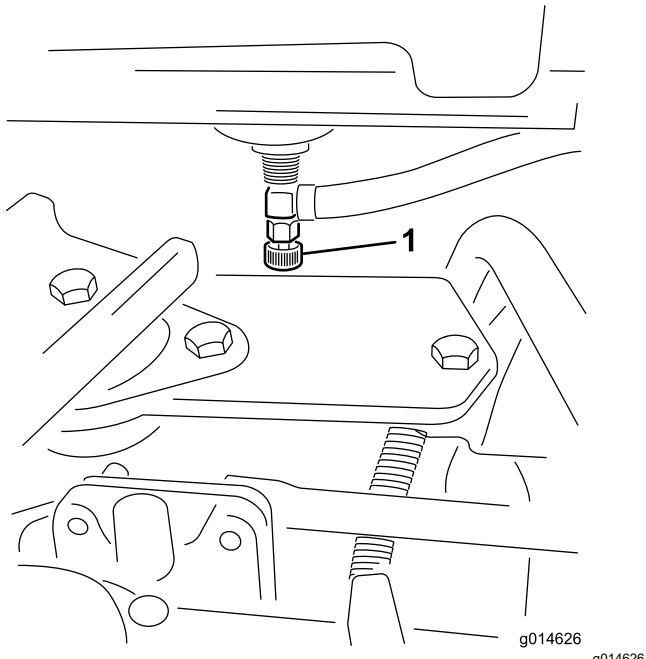

Рисунок 37
1. Закройте отсечной топливный клапан, расположенныйный под топливным баком (Рисунок 37).